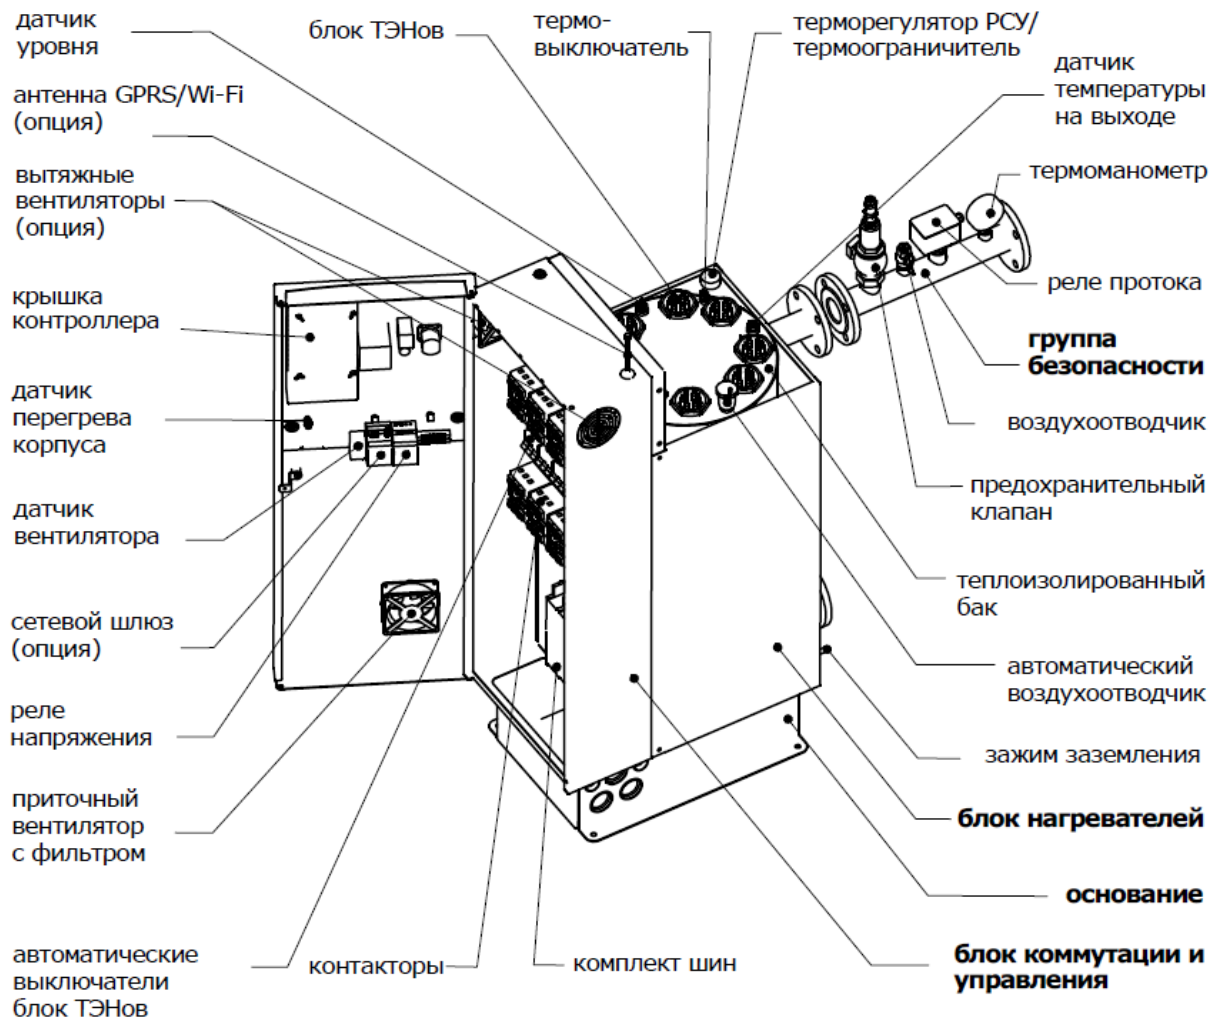

Рис. 2
4.2. Внутреннее устройство водонагревателя показано на рис. 2. Водонагреватель состоит из блока коммутации и управления (БКУ), блока нагревателей с блоками ТЭНов (БН) и основания. В БКУ размещены: общий автоматический выключатель (дополнительное оборудование) или медные шины для подключения к электросети, автоматические выключатели блок ТЭНов, контакторы, автоматический выключатель цепи управления. На двери БКУ смонтирован контроллер, реле напряжения, сетевой шлюз (дополнительное оборудование), датчик перегрева, датчик вентилятора и вентилятор с фильтром. На корпусе БКУ расположена внешняя антенна GPRS/Wi-Fi в комплектациях с сетевыми шлюзами. Блок нагревателей включает в себя теплоизолированный бак с блоком ТЭНов и датчиками, закрытый металлическим корпусом с крышкой.